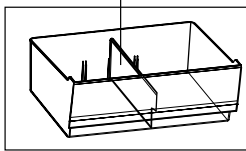

Figura 6
3.1.3 Vasul (pentru legume sau fructe) are un separator în conformitate cu figura 6, care este instalat pe canelurile de ghidare într-una din cele trei poziții.